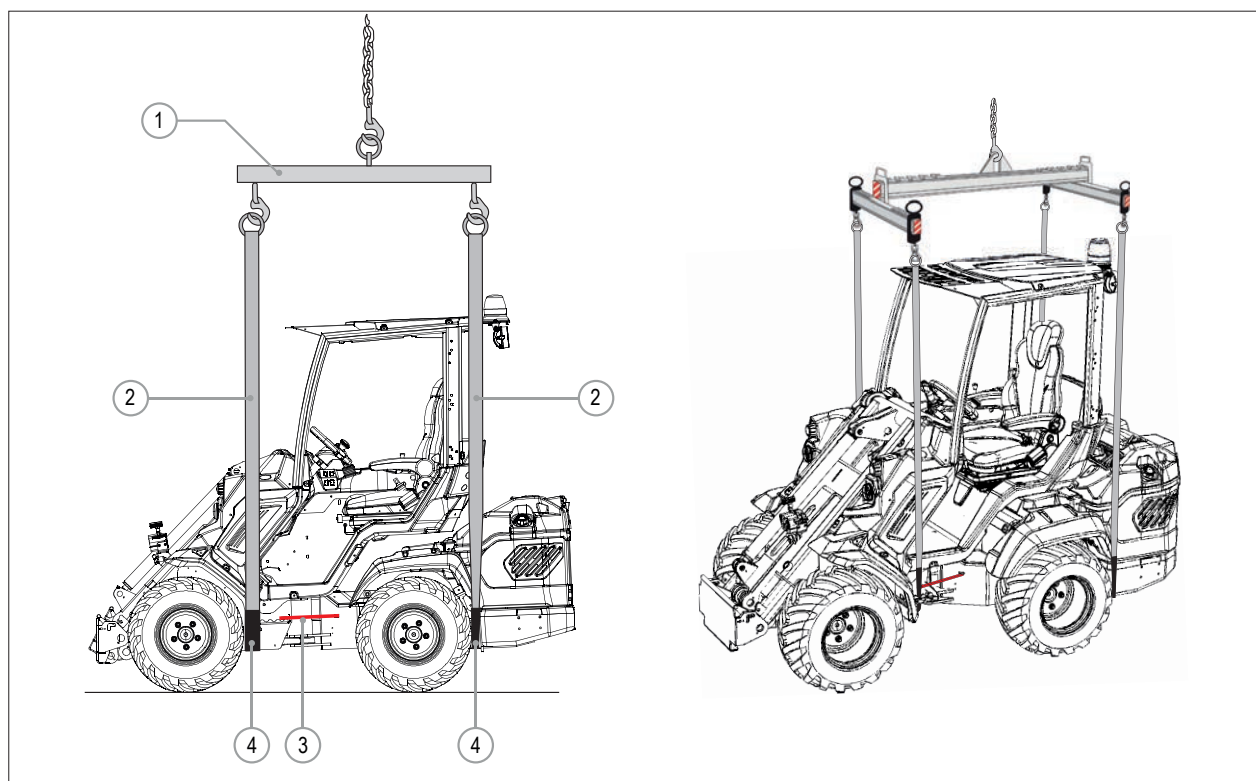

РИС. 22
- 2) Установите кронштейн блокировки шарнирного соединения (РИС. 22 - Сс. 3) (см. пар. 5.2.1).
- 3) Используйте подъемную балку (РИС. 22 - Сс. 1) соответствующей грузоподъемности и назначения.
- 4) Проденьте подъемные стропы (РИС. 22 - Сс. 2) под машиной, как показано на рисунке. Используйте противоскользкие защитные рукава строп (РИС. 22 - Сс. 4), чтобы не повредить ремни. Не используйте точки крепления машины для фиксации ремней. Чтобы предотвратить повреждение машины при подъеме, убедитесь, что подъемные стропы ни в какой точке не прикасаются к машине.